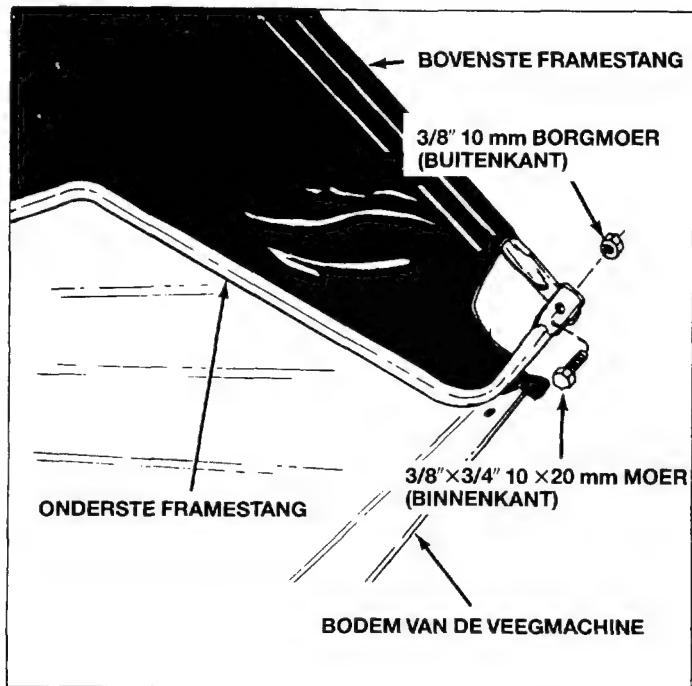

Fig. 17
6. Bevestig de gemonteerde onderste framestangen in de bodem van de container (fig. 17).
7. Monteer de bovenste en onderste uiteinden van de framestangen aan elkaar met twee zeskante bouten 10×20 mm ($3/8 \times 3/4$) (aan de binnenkant) en borgmoeren 10 mm ($3/8$) (aan de buitenkant). Zie fig. 17.